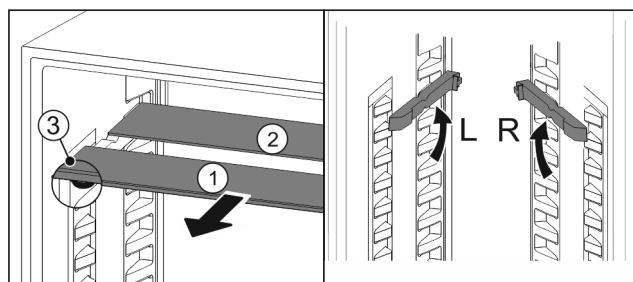

Fig. 131
- ▶ Steklene plošče posamično izvlecite Fig. 131 (1) naprej.
- ▷ Steklena plošča Fig. 131 (1) z okrasno letvijo je spredaj.
- ▷ Zaustavljalniki Fig. 131 (3) so obrnjeni navzdol.